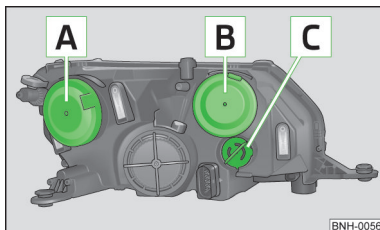

Abb. 126
- Die Gummiabdeckung **A** » Abb. 126 » Seite 163 abnehmen.
- › Die Gummiabdeckung  » Abb. 126 » Seite 163 abnehmen.